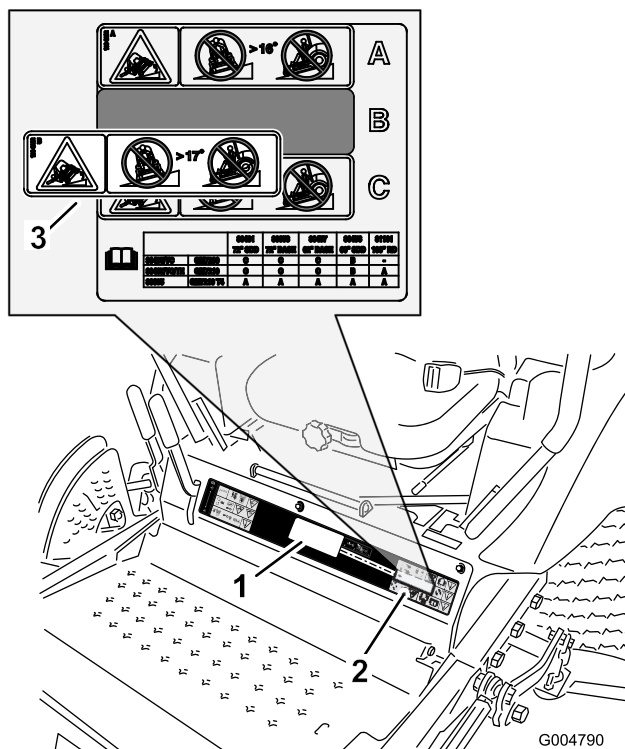

Figura 11
- Pulite accuratamente l'adesivo esistente dove applicherete l'adesivo di stabilità (Figura 11).
4. Staccate il retro della porzione di adesivo, applicatelo sull'avvertenza di pericolo di ribaltamento esistente come mostrato in Figura 11, e fate asciugare l'adesivo applicando una pressione dal centro verso i bordi.